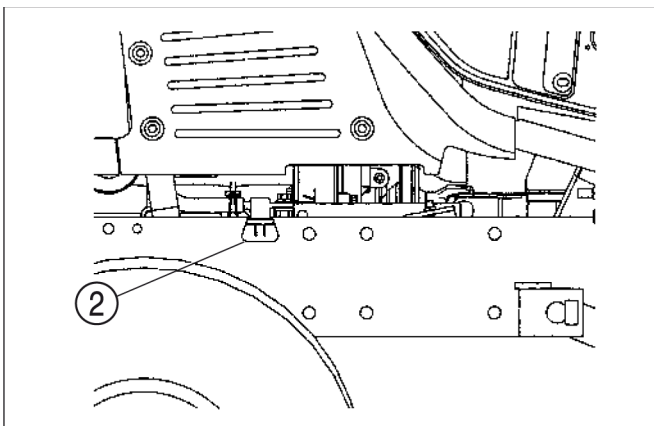

FIG. 66
**Abb. 66:** Der Ablasshahn (2) dient zum Ablassen des Kühlmittels aus Motorblock und Kühler. Er befindet sich auf der linken Seite des Motors. Das Kühlmittel bei Verunreinigungen durch Rost oder Ablagerungen wechseln. Durch Öffnung des Kühlerverschlusses läuft das Kühlwasser schneller ab.